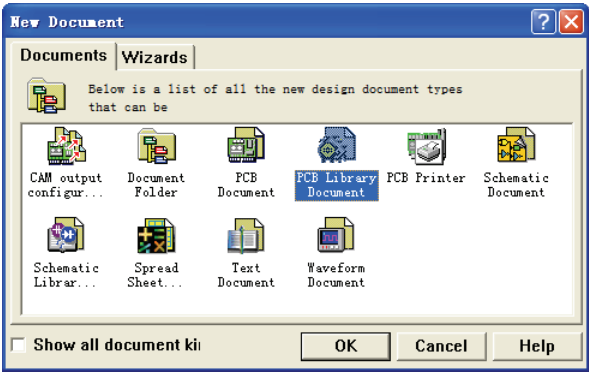

图 6-73 “New Document”对话框
(5) 执行“File”→“New”菜单命令，显示如图 6-73 所示的“New Document”对话框。